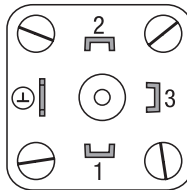

Fig. 11
1. Prüfen Sie, ob das System ER 50-1, ER 56-1 gemäß Anschlussplan verdrahtet ist. **Fig. 11**